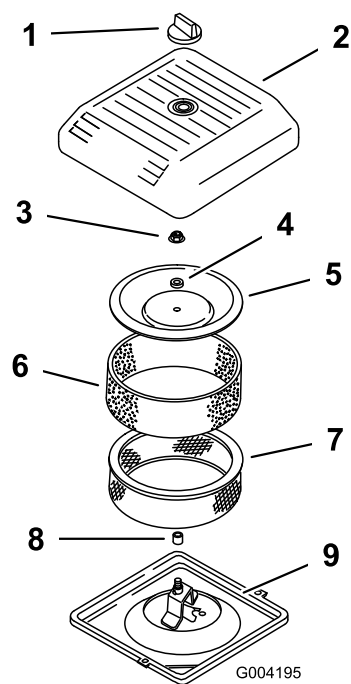

Figura 43
3. Desenrosque el pomo y retire la tapa del limpiador de aire (Figura 43).
4. Deslice cuidadosamente el prefiltro de gomaespuma para separarlo del elemento de papel (Figura 43).
5. Desenrosque la tuerca de la tapa y retire la tapa, el espaciador y el filtro de papel (Figura 43).
2. Coloque el conjunto del limpiador de aire sobre su base (Figura 43).
3. Instale la tapa y el espaciador y fíjelos con la tuerca de la tapa (Figura 43). Apriete la tuerca a 11 N·m (95 pulgadas-libra).
4. Instale la tapa del limpiador de aire y sujétela con el pomo (Figura 43).